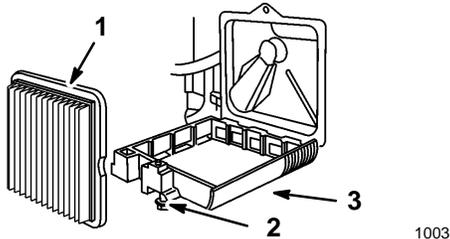

Figure 12
2. Desserrer la vis de fixation du couvercle du filtre à air (Fig. 12).
3. Abaisser le couvercle et le nettoyer soigneusement (Fig. 12).
4. Retirer le filtre en papier et le jeter (Fig. 12).
5. Mettre en place un nouveau filtre en papier (Fig. 12).